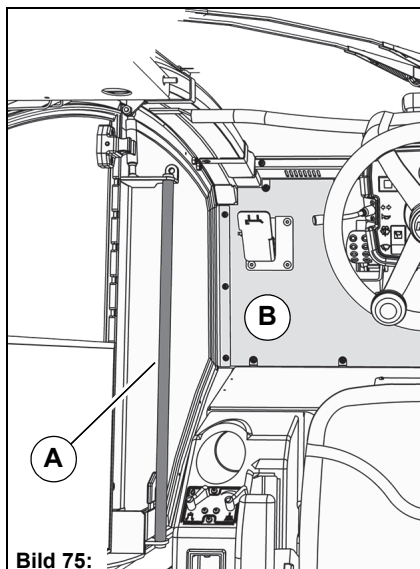

Bild 75:
1. Öppna den vänstra dörren och ta tag i handtaget på dörren **Bild 75-A** med vänster hand och håll fast det.
2. Placera den vänstra foten i fotutrymmet **Bild 75-B**.